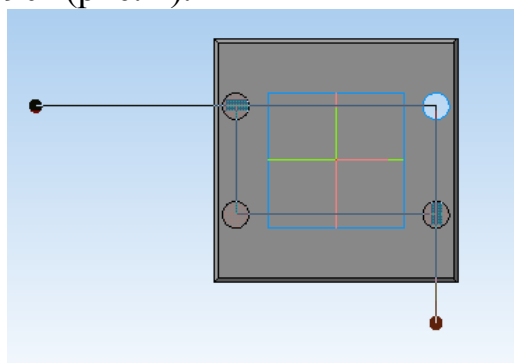

Рис. 4.
2. Для создания остальных трех отверстий воспользуйтесь командой *Массив по сетке*  с параметрами: Количество по первой оси – 2, Шаг – 74, Наклон - (-180); Количество по второй оси – 2, Шаг – 40; Угол раствора – 90° (рис. 4).